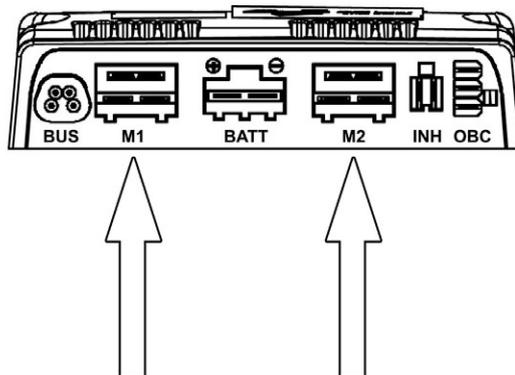

Abbildung 47. Kontakt der Magnetbremse und des Antriebsmotors von der Endstufe entfernen.
6. Kontakt der Magnetbremse und des Antriebsmotors von der Endstufe entfernen. Siehe Abbildung. 47.